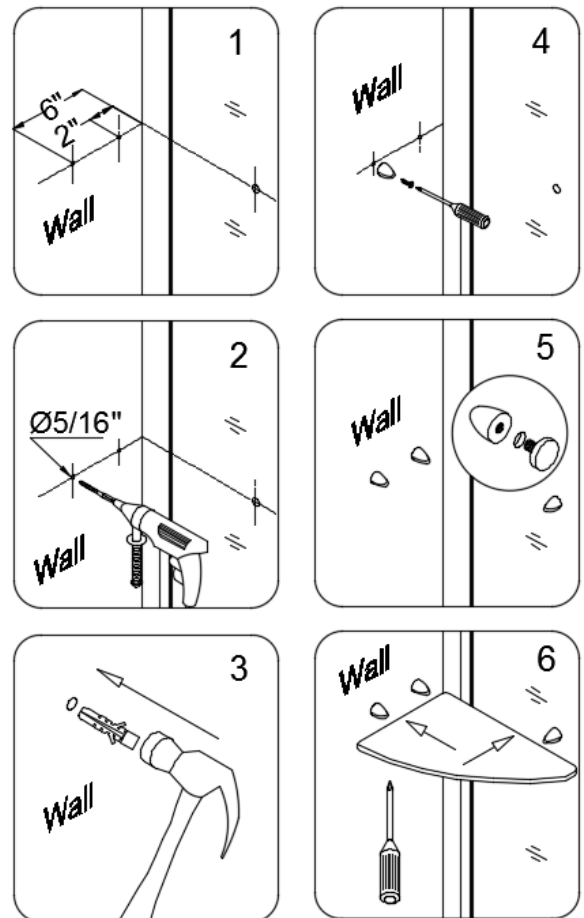

Рис. 8
7. Установите 3 шт - кронштейны (без гайки) (12) к стеклянной полке (10), установите стеклянные полки (10) к стене и неподвижному стеклу (8), кронштейн (12) точно на положение отверстия на неподвижном стекле (8) для стеклянной полки, установите стеклянные полки (10) на одном уровне, а затем отметьте карандашом на стене отверстия для сверления, для двух кронштейнов (12). Просверлите отверстия, используя Ø8 мм сверло в соответствии со способом на фиг. 8.1 и вставьте анкеры в стену (15). Прикрепите - кронштейны 2 шт (без гайки) (12) к стене с помощью винта с потайной головкой ST4.2 × 40 (13), и прикрепите полку кронштейном 1 шт (ж / гайка) (11) к неподвижному стеклу (8). Вставьте стеклянную полку (10) в кронштейны и затяните винты в нижней части кронштейнов. Используйте тот же метод для установки второй стеклянной полки. См Рис. 8 и фиг. 9 инструкции.